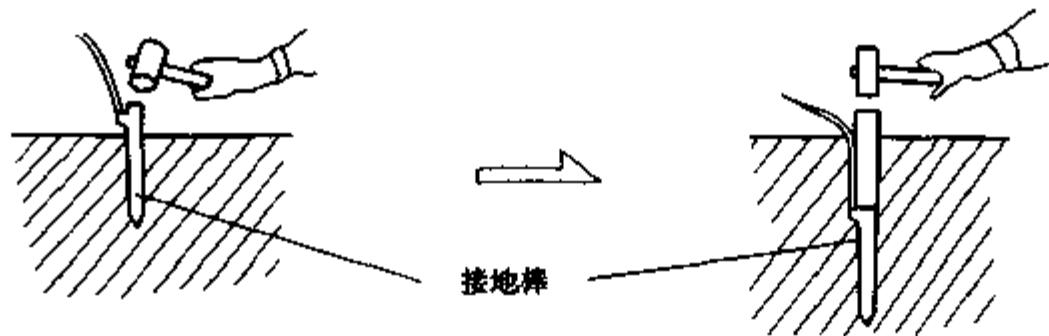

图 3-30 接地棒埋入方法
- ① 选择埋设接地棒的适当位置。包含较多水分的土地对于减小接地电阻是适宜的。
- ② 如何将接地棒埋入地下:
- b. 用专用工具将它埋得更深, 如图 3-30 所示。